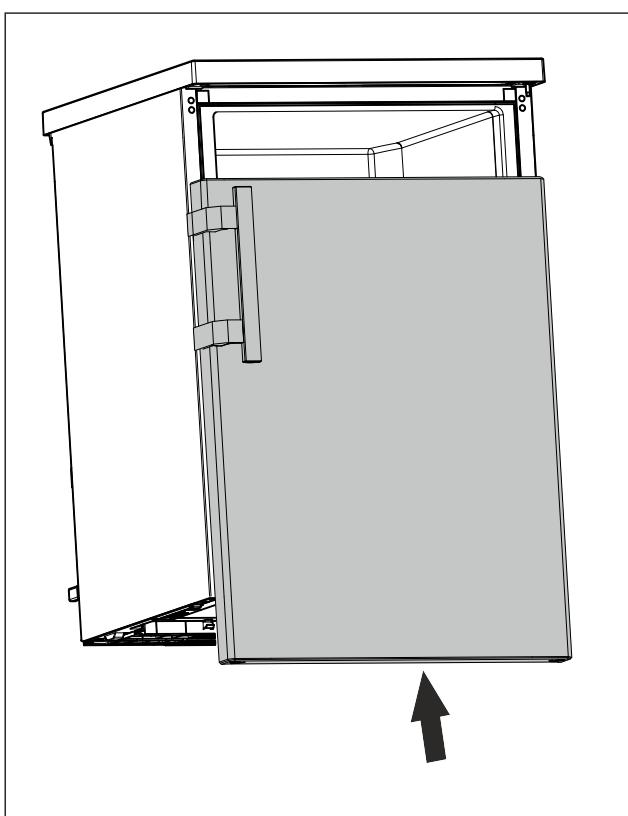

Fig. 24
- У закритому стані насуньте дверцята на верхній болт. (див. Fig. 24)